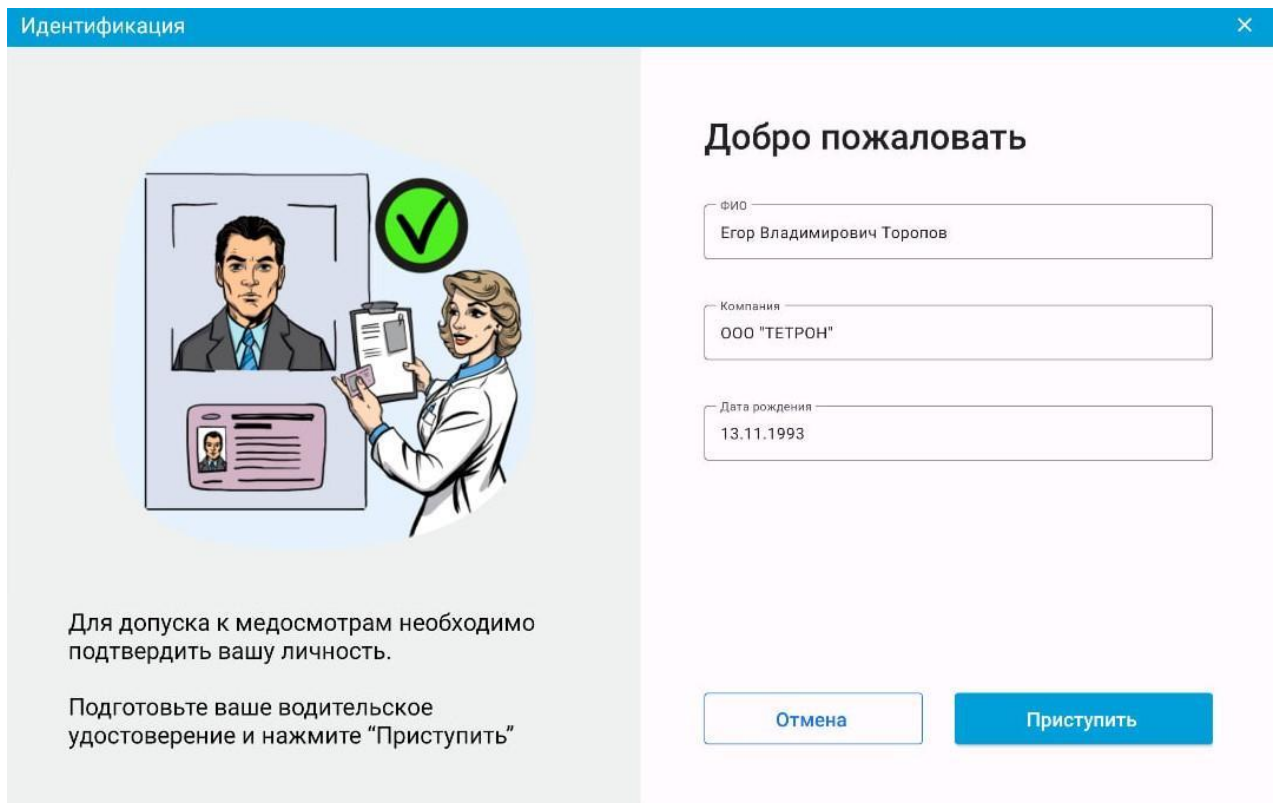

Рис. 12 Подтверждение личности
3. Открывается экран получения доступа к медосмотрам. Необходимо проверить, соответствует ли отображаемая информация в полях «ФИО», «Компания», «Дата рождения» данным сотрудника, проходящего медосмотр (рис. 12).